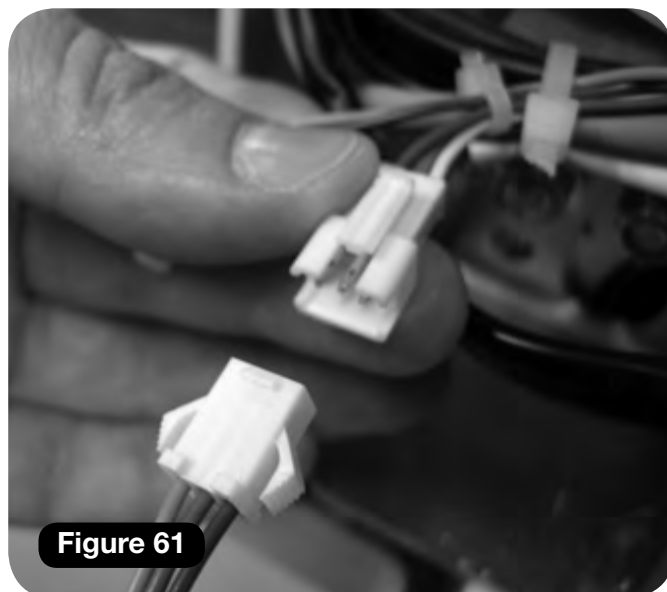

Figure 61
- Connectez le faisceau de la manette de commande (orange, bleu et vert) (**Figure 61**).